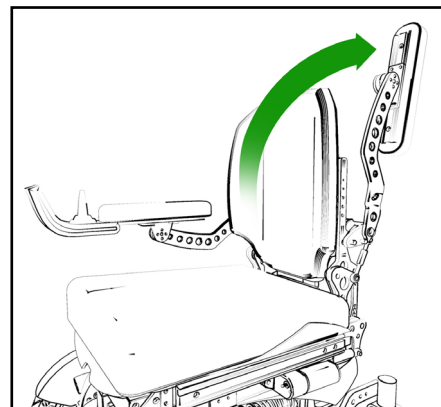

Abb. 6.2
- Kippen Sie die Armlehnen nach hinten, bis sie die Endposition erreichen, dazu ist keine Entriegelung nötig (siehe Abb. 6.2).